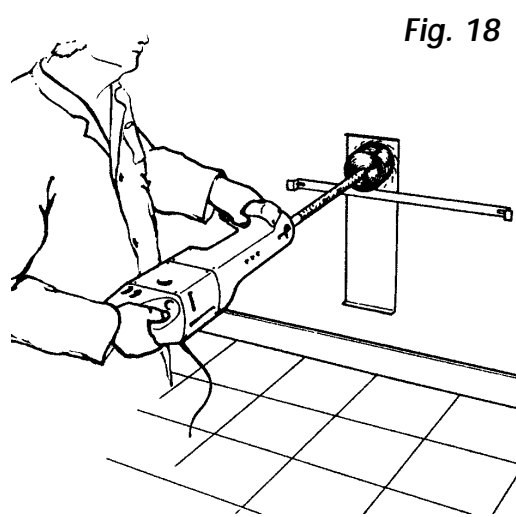

Fig. 18
8.10 Eseguire il foro di passaggio della tubazione con opportuna fresa (**Fig. 18**) oppure mediante successione di fori piccoli eseguiti sulla circonferenza. Il trapano e le frese a corona, sono attrezzature per installazione disponibili a catalogo.